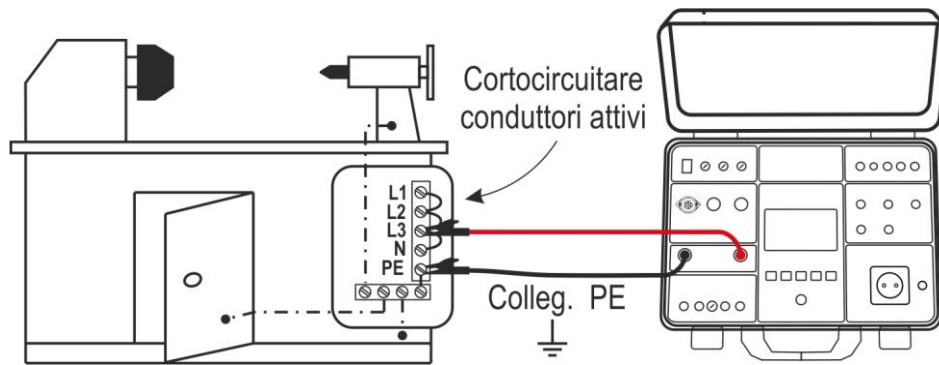

Fig. 33: Collegamento dei terminali per misura MΩ
6. Collegare i terminali di misura come mostrato nella seguente Fig. 33